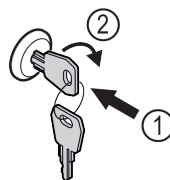

Fig. 95
- ▶ Вдавити ключ Fig. 95 (1).
- ▶ Повернути ключ на 90° за годинниковою стрілкою Fig. 95 (2).